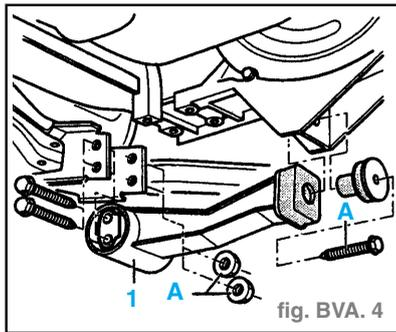

fig. BVA. 4
à cet effet la vis et les écrous (A). (fig. BVA. 4)